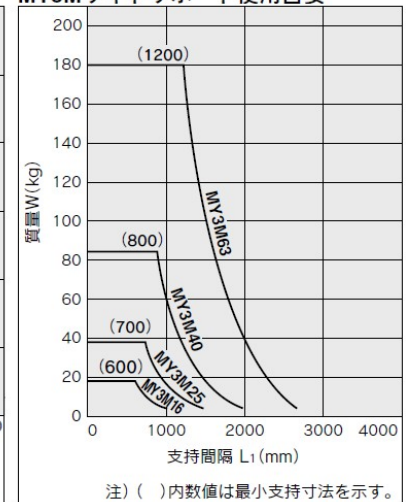

図 7
- ・自重、負荷等によってはシリンダチューブにたわみを生じます。そのような場合、図 6 に示す支持間隔=L がグラフ値（図 7）以下になるように中間位置をサイドサポートにて支持してご使用ください。